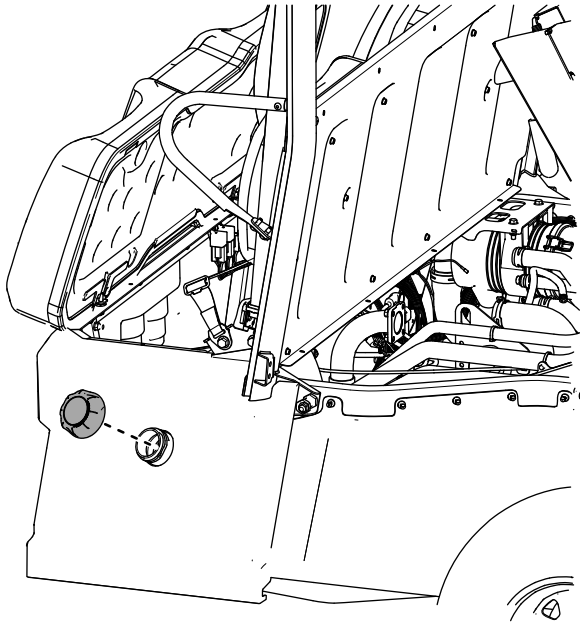

Figura 60
33. Instale el tapón del depósito de combustible en el panel de la base de asiento trasera izquierda (Figura 60).